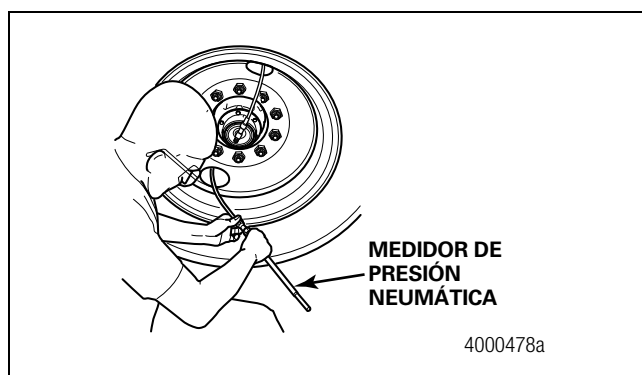
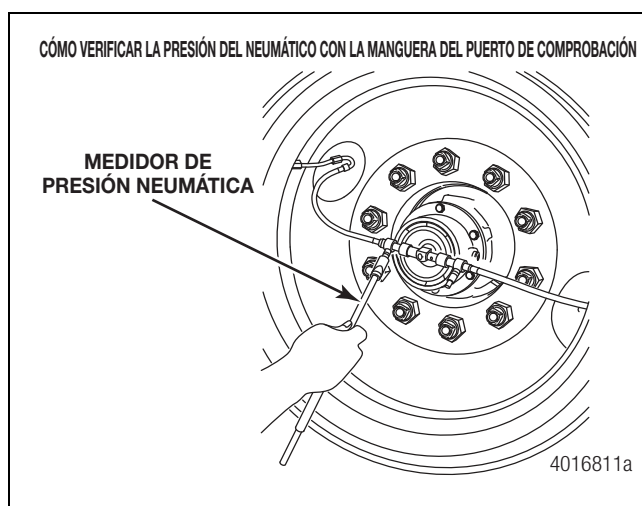

Figura 3.9
Figura 3.10
11. Desconecte de la conexión en T la manguera del neumático de prueba. Compruebe la presión del neumático de prueba con un medidor de presión de aire preciso. La presión del neumático debe ser igual al ajuste de presión del sistema que se indica en la etiqueta de la caja de control. Figura 3.9 y Figura 3.10.